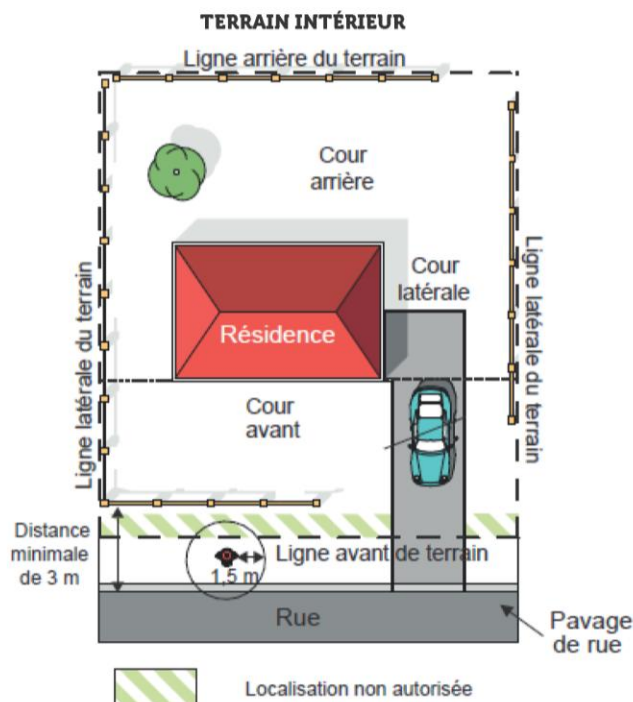

Figure 1
1. pour un **usage résidentiel sur un terrain intérieur** (figure 1) : **1 m**